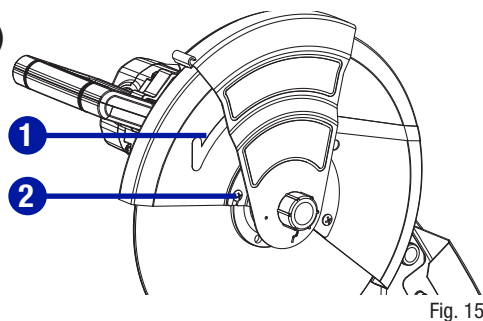
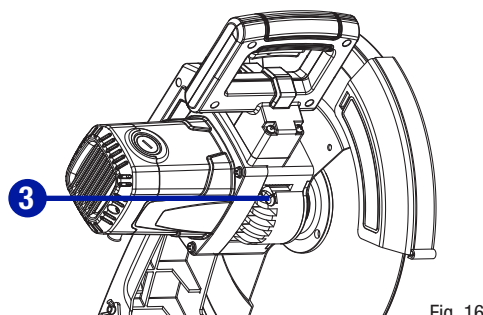

Fig. 15
Fig. 16
- Tournez le protège-disque inférieur (1) vers le haut jusqu'à ce que la vis cruciforme soit exposée (2). (Fig. 15)
- Dévissez la vis cruciforme (2) mais ne la retirez pas. Continuez à tourner le protège-disque inférieur (1) jusqu'à ce qu'il demeure en retrait.
- Appuyez et maintenez enfoncé le bouton du verrou d'arbre (3) à droite pendant que vous tournez le disque abrasif avec l'autre main. (Fig. 16).
- Lorsque le bouton du verrou d'arbre s'enclenche dans l'arbre, dévissez le boulon de l'arbre (4) en le tournant